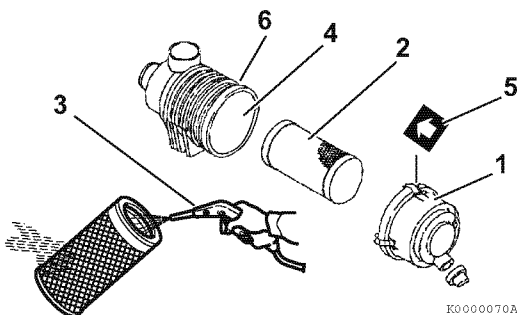
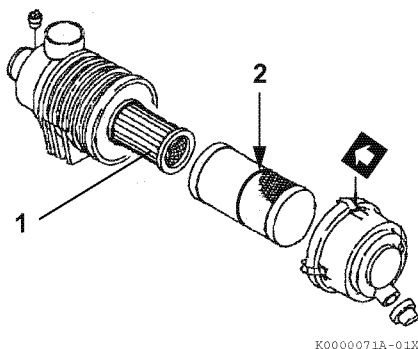

Figure 9
Figure 10
Il convient de noter qu'un filtre à air caractéristique est représenté dans les Figure 9 et Figure 10 uniquement à titre d'illustration.
1. Déverrouillez et retirez le couvercle de filtre à air (1, Figure 9).
2. Retirez l'élément (2, Figure 9) (élément extérieur si équipé de deux éléments).
3. Faites circuler de l'air (3, Figure 9) à travers l'élément de l'intérieur vers l'extérieur en utilisant de l'air comprimé à une pression comprise entre 42 et 71 psi (0,29 - et 0,49 MPa, entre 3,0 et 5,0 kgf/cm²) afin de retirer les particules. Utilisez la pression d'air la plus faible possible pour retirer la poussière sans endommager l'élément.
4. Si le filtre à air est doté d'un élément double, il vous suffit de retirer et de remplacer l'élément intérieur (1, Figure 10) si le moteur manque de puissance ou si l'indicateur de poussière s'allume (si applicable).
7. Réinstallez l'élément dans le boîtier de filtre à air (4, Figure 9).
Remarque : Si une ligne rouge apparaît (2, Figure 10) dans l'élément extérieur, réinsérez l'élément jusqu'à la position de chevauchement de la ligne rouge et de l'extrémité de la face du boîtier du filtre à air.
8. Réinstallez le couvercle de filtre à air, en vous assurant de faire correspondre la flèche (5, Figure 9) du couvercle à la flèche du boîtier (6, Figure 9).
Remplacez l'élément de filtre à air (2, **Figure 9**) toutes les 500 heures même s'il n'est pas endommagé ou sale.
Lorsque vous remplacez l'élément, nettoyez l'intérieur du boîtier de filtre à air (4, **Figure 9**).
Si le filtre à air est doté d'un élément double, il vous suffit de retirer et de remplacer l'élément intérieur (1, **Figure 10**) si le moteur manque de puissance ou si l'indicateur de poussière s'allume (si applicable). Ceci s'ajoute au remplacement de l'élément extérieur.